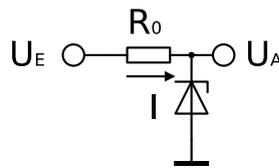

Abbildung 3.2: Schaltung zur Z-Diode
- Bauen Sie die Schaltung gemäß Abb. 3.2 auf und wählen Sie zunächst  $R_0 = 100\Omega$ . Variieren Sie  $U_E$  im Bereich von  $0\text{V}$  bis  $10\text{V}$  und stellen Sie  $I$  als Funktion von  $U_A$  sowie  $U_A$  als Funktion von  $U_E$  grafisch dar.